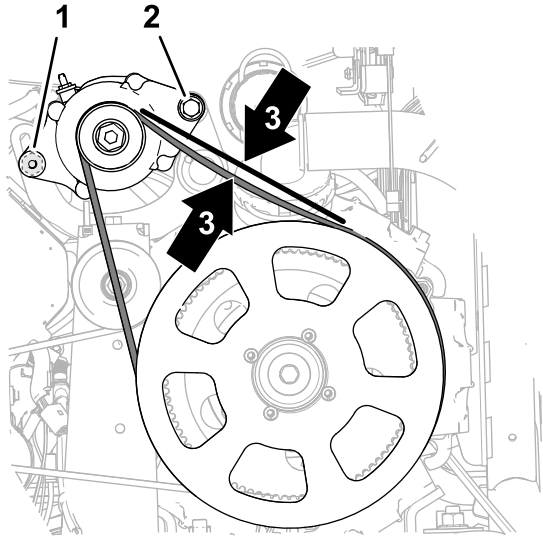

Figura 186
4. Gire el alternador (**Figura 186**) hacia arriba para aumentar la tensión de la correa hasta que la correa se desvíe 9,5 mm al aplicar una fuerza de 4,5 kg en el punto intermedio entre la polea del alternador y la polea de transmisión (279 mm).